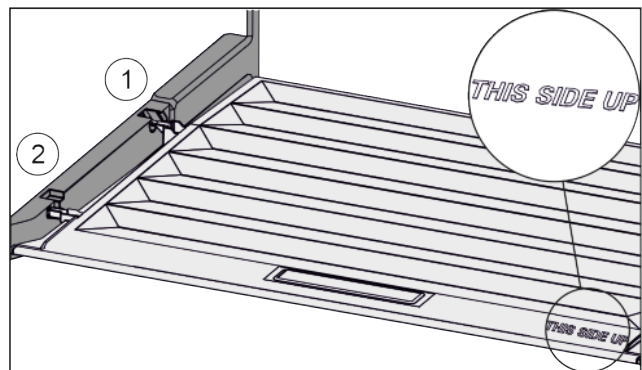

Fig. 42
- Deckelstege über Öffnung der hinteren Halterung Fig. 42 (1) einführen und vorne in Halterung Fig. 42 (2) einrasten.